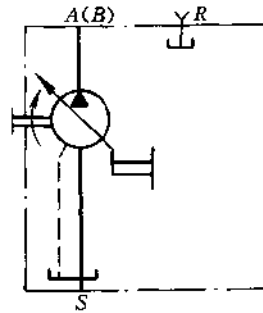

图 11.5-22 MA 手动变量原理图
通过转动手轮借助于螺杆使变量活塞沿轴向运动, 并经拨销使配流盘沿其滑动面运动, 从而使泵在  $V_{gmin}$  至  $V_{gmax}$  范围内无级地改变排量。图 11.5-22 为其原理图, A(B) 为工作油口、S 为吸油口、R 为排气口。